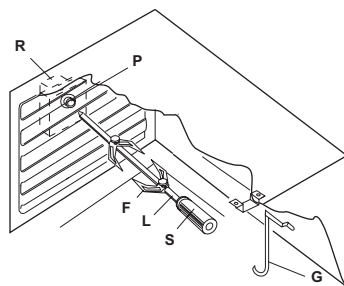

Fig. 7
- Enfiler le poulet ou la pièce à rôtir sur la broche **L** en prenant bien soin de l'immobiliser entre les deux fourches **F** et de bien l'équilibrer afin d'éviter des efforts inutiles au moto-réducteur **R**. (fig. 7).
- Mettre la broche sur le support **G**, après avoir introduit son extrémité opposée dans le trou **P** du moteur **R** (fig. 7). Engager la lèche-frite avec un peu d'eau au dessous de la broche.